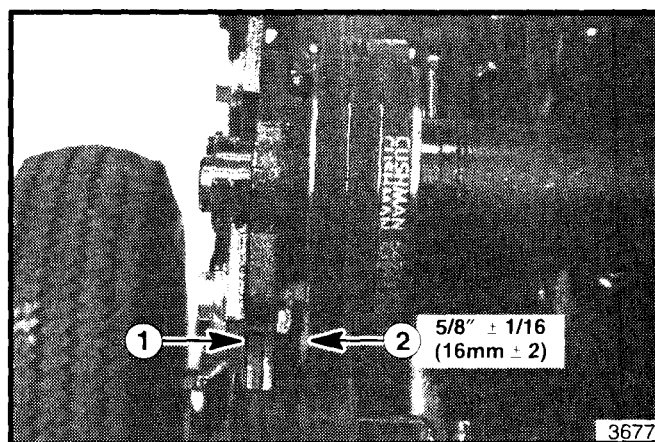

Figura 18. Alineamiento de la Polea de la Correa del Enrollador
13. Revise el alineamiento de la polea de la correa del enrollador (vea la figura 18). Si es necesario ajustar, suelte el tornillo prisionero de la polea y muévala hacia adentro o hacia afuera sobre el eje.